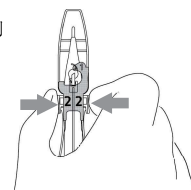

図 2.
③ カバーのリリースタブ (刻印 2) を矢印の方向につまみながら持ち上げ、カバーをケースから取り外す (図 2.)。